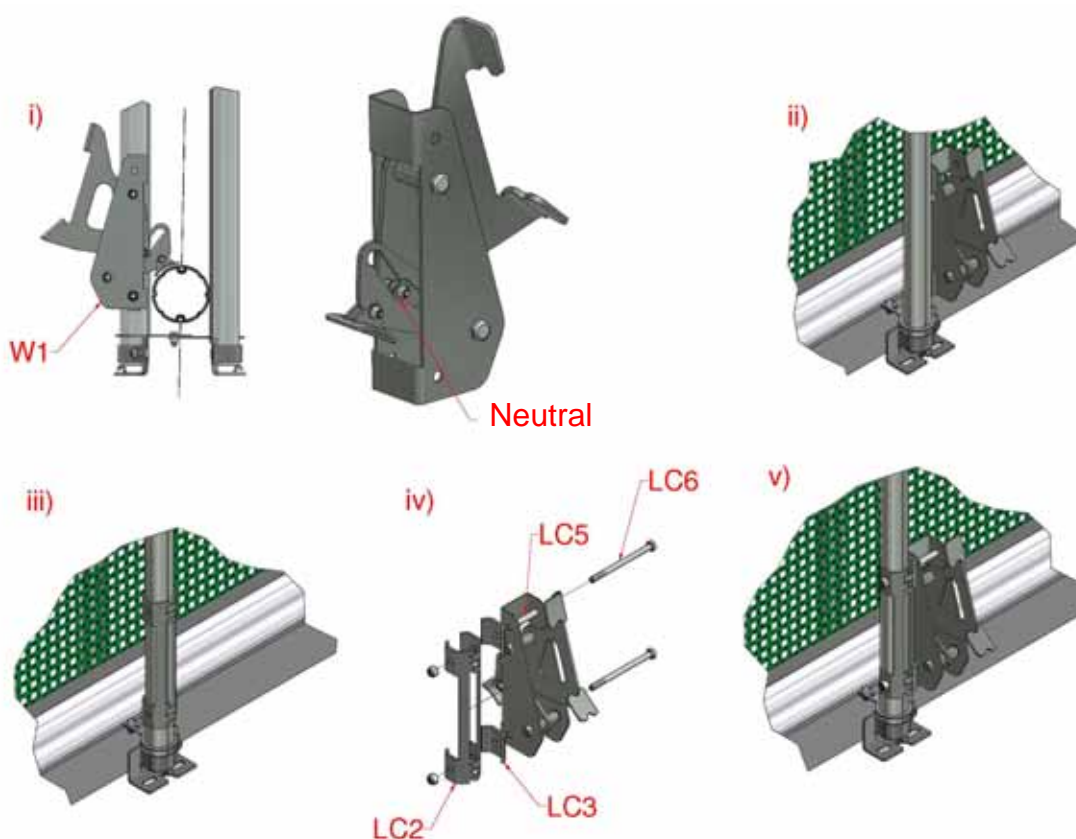

Abbildung 27: Mittlere Sperrklinken
- a) Während sich die Klinke in der Neutralstellung befindet, wie in Abbildung 27(i) gezeigt (also die Rolle in der mittleren Rastposition auf der Schiene), Klinke gegen das äußere Führungsrohr halten, so dass der Schuh am unteren Rollrohr anliegt, und Positionen der Montagelöcher auf dem Rohr markieren, siehe Abbildung 27(ii).
- b) Die beiden Klemmbleche um das Führungsrohr legen, so dass die Eingriffsfinger in der äußeren Rille des Rohrs sitzen, siehe Abbildung 27(iii). Montagelöcher auf die unter Punkt 5(a) angebrachten Markierungen ausrichten. Klemmbleche als Bohrschablone verwenden und von beiden Seiten aus durchgängiges Loch für M10-Schraube bohren.
- c) Klinke mit Schrauben M10x140mm lang am Rohr befestigen. Dabei Abstandsrohre innerhalb der Klinke und Abstandsbleche zwischen Klinke und Klemmblechen einsetzen, siehe Abbildung 27(iv).